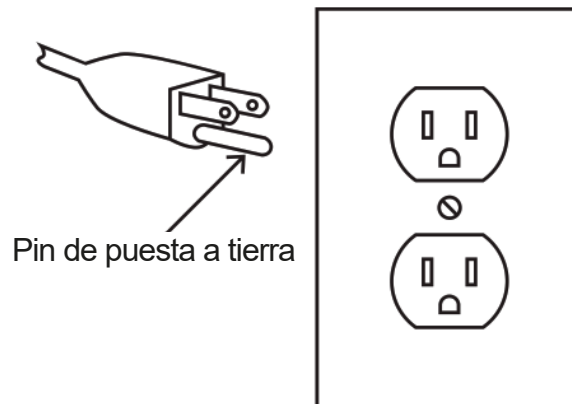

Figura 1: Enchufe y salida de 125 V ~ 3 clavijas
7. Esta herramienta está diseñada para usarse en un circuito que tiene una salida que se parece a la que se ilustra arriba en la Figura 1: Enchufe y salida de 125 V ~ 3 clavijas. La herramienta tiene un enchufe de conexión a tierra que se parece al enchufe ilustrado anteriormente en la Figura 1: Enchufe y toma de corriente de 125 V ~ 3 clavijas.